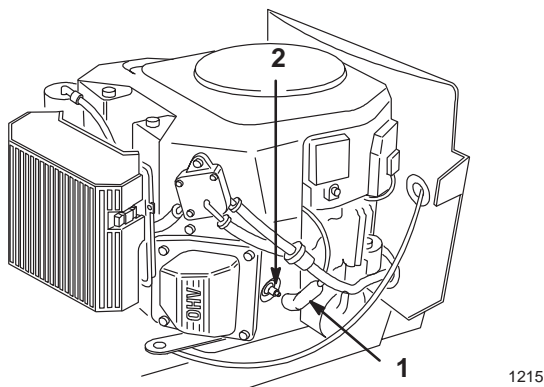

Abbildung 23
3. Das Kabel von der Zündkerze abziehen (Abb. 23). Dann den Bereich um die Kerze herum reinigen, um zu verhindern, daß Schmutz in den Motor gelangen und möglicherweise Schaden verursachen kann.
3. Das/die Kabel auf die Zündkerze(n) stecken (Abb. 23).